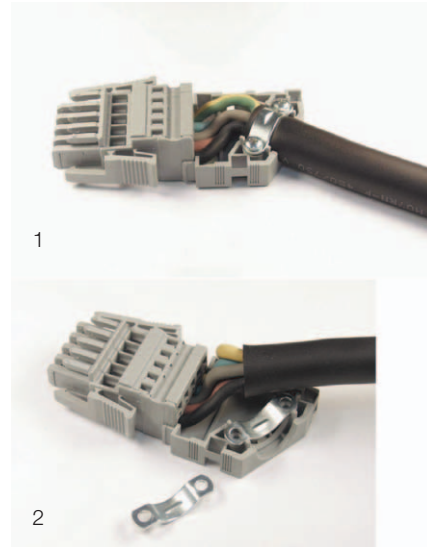

Abb. 81: Anschlussstecker mit Zugentlastungsgehäuse
- Führen Sie die Leiter im Zugentlastungsgehäuse, wie in Abb. 81 dargestellt, und fixieren Sie das Anschlusskabel mit Hilfe einer Kabelschelle am Zugentlastungsgehäuse.
Um eine ausreichende Zugentlastung auch bei Leitungen mit einem Durchmesser < 12 mm zu gewährleisten, ist das Einlegen einer zweiten Kabelschelle unter der Leitung erforderlich (Abb. 81, Pos. 2).